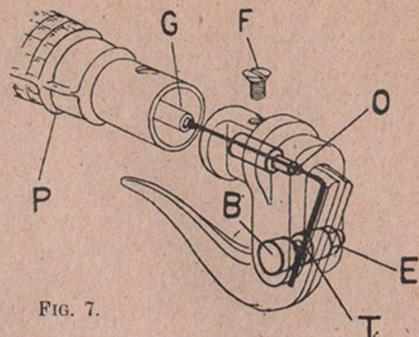

FIG. 7.
**REPLACEMENT D'UN CABLE DE FREIN (Fig. 7)**
Repousser d'environ 2 cm. vers l'avant la poignée de caoutchouc « P » puis enlever la vis de fixation « F ». Tirer sur la poignée de frein pour en sortir l'ensemble du guidon. Passer une des extrémités du câble par le trou « T » de l'axe « B » de la poignée de frein jusqu'à ce qu'il dépasse de 1 cm. environ et bloquer l'écrou « E ». Faire passer l'autre extrémité du câble par le trou « O » du support de poignée, puis dans le tronçon de gaine « G » que l'on aura fait dépasser de quelques centimètres à la partie AR du guidon (Fig. 7). Pousser le câble jusqu'à sa sortie de la gaine, puis engager celle-ci dans le support de poignée (voir Fig. 7). Remonter la poignée sur le guidon.